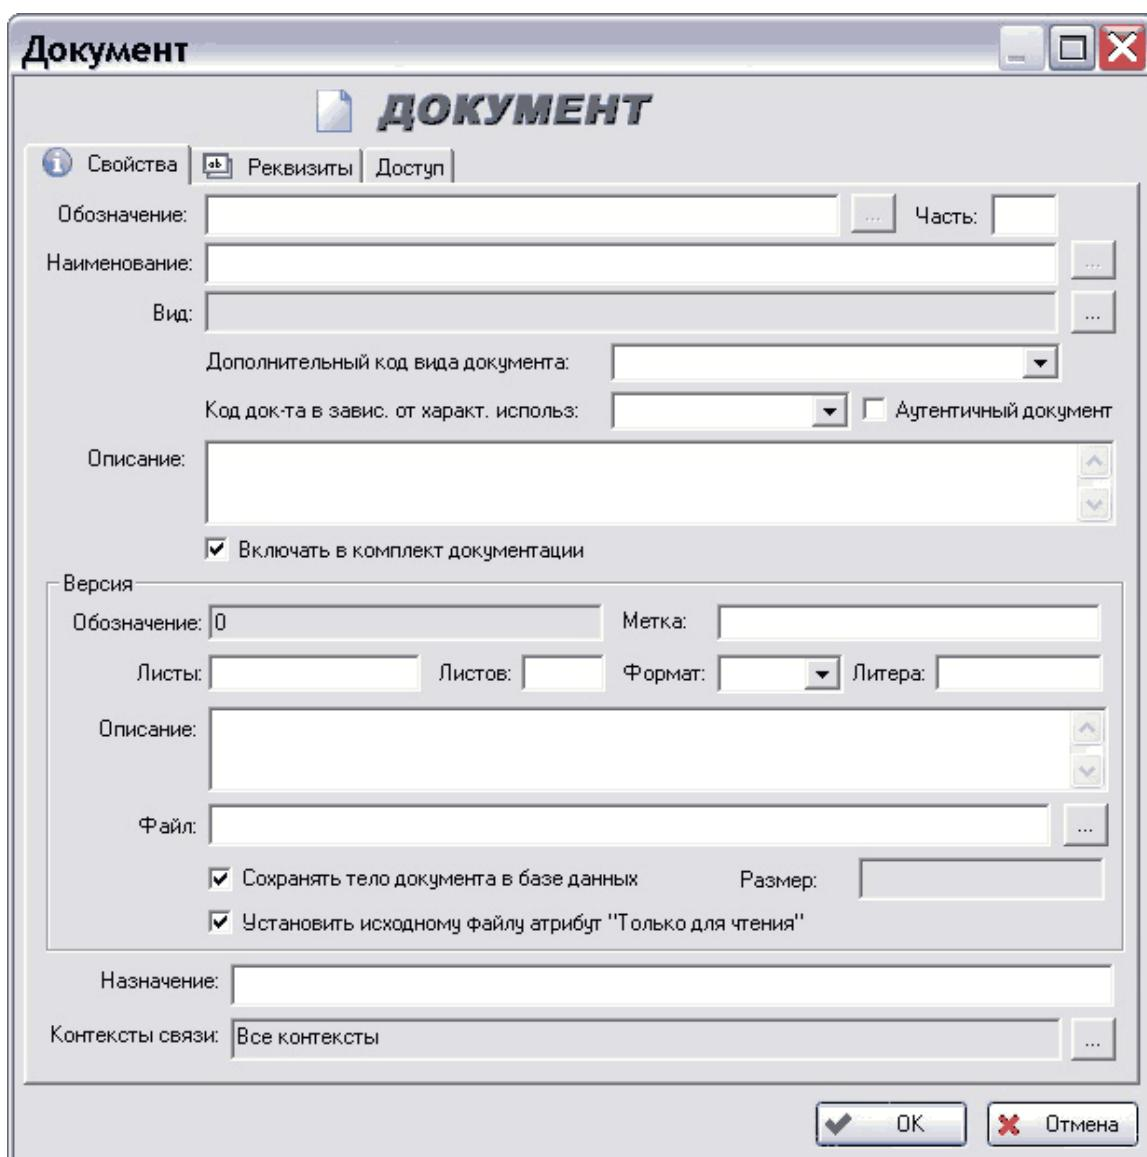

Рис. 99
2. Нажмите на кнопку  на панели инструментов или в контекстном меню объекта в подменю команды **Создать** выберите пункт **Документ** либо **Связанный документ** в зависимости от объекта, с которым данный документ будет ассоциироваться. Если документ создается для папки, то выбирается пункт **Документ**, а если для другого объекта, например, для **Изделия**, то выбирается пункт **Связанный документ**. Мы рассмотрим создание связанного документа. После выбора в контекстном меню объекта команды **Создать - Связанный документ** появится диалоговое окно **Документ** (Рис. 99).
На данной вкладке вводятся основные свойства создаваемого документа. Вкладка **Свойства** содержит следующие поля (Рис. 99):